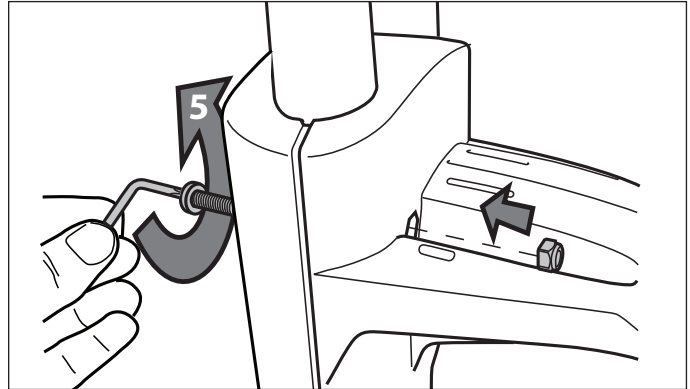

Figure 5. Fixer correctement la plaque du crochet du câble
3. Fixer solidement la plaque du crochet du câble à l'aide de deux (2) boulons et de deux (2) écrous, puis serrer avec la clé Torx®. Se référer à la Figure 5.